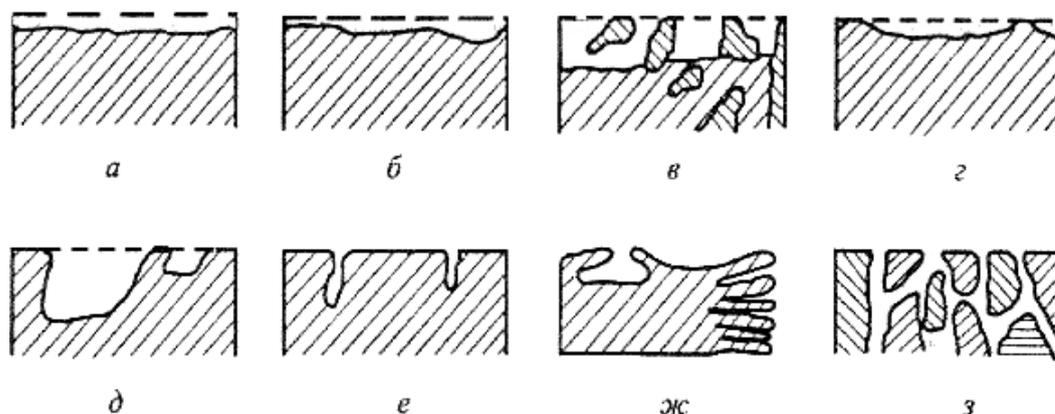

Рисунок 1 – Виды коррозионных разрушений
3. По характеру изменения поверхности металла или сплава различают несколько видов коррозионных разрушений (рис. 1).
- Укажите, используя рисунок 1, какой вид коррозионных разрушений соответствует типу:
4. По характеру изменения поверхности металла или сплава различают несколько видов коррозионных разрушений (рисунок 1). Укажите, используя рисунок 1, какой вид коррозионных разрушений соответствует типу:
5. По характеру изменения поверхности металла или сплава различают несколько видов коррозионных разрушений (рисунок 1). Укажите, используя рисунок 1, какой вид коррозионных разрушений соответствует типу: